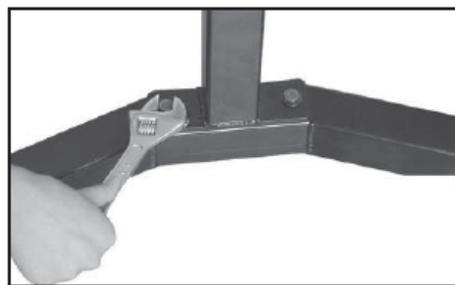

Рис. 01
- 3) Добавить две шайбы (поз. 11) и навернуть две гайки (поз. 12) на болты под основание (рис. 01).